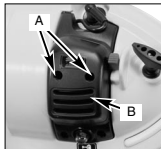

Fig. 7A
1. Verwijder de 2 schroeven (A) ter bevestiging van het luchtfilterhuis; verwijder het huis (B) en neem de luchtfilter (C) uit het filterhuis (fig. 7A en 7B).